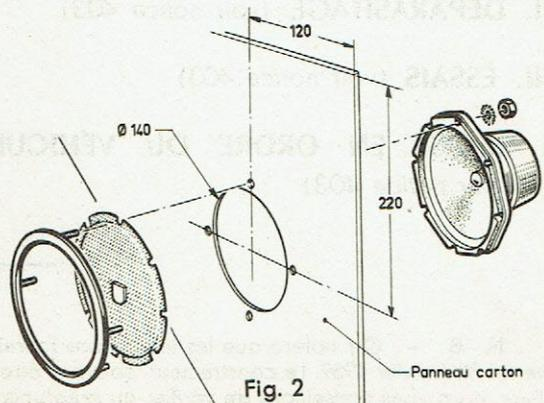

Fig. 2
- Dans le carton précédemment déposé, aux cotes indiquées Fig. 2, pratiquer, à l'aide du gabarit de perçage, la découpe et les trous nécessaires au montage du H.P.
- Assembler ce dernier conformément à la Fig. 2 et remettre l'ensemble en place.